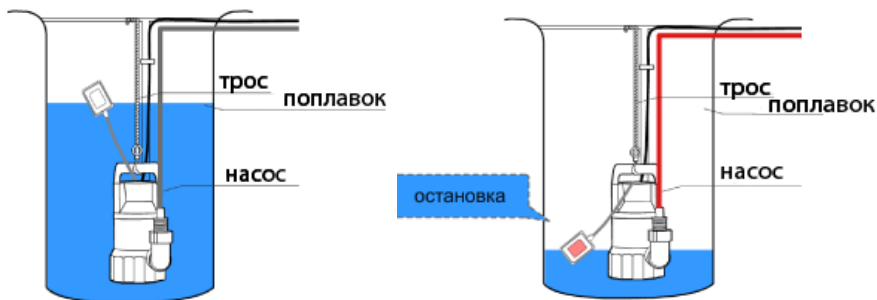

рис. 1
5.3 Рабочее положение насоса – вертикальное. Насос оснащён поплавковым выключателем, который отрегулирован на определённый уровень включения и выключения (рис. 1). Удостоверьтесь, что при минимальном уровне воды выключатель отключает насос.